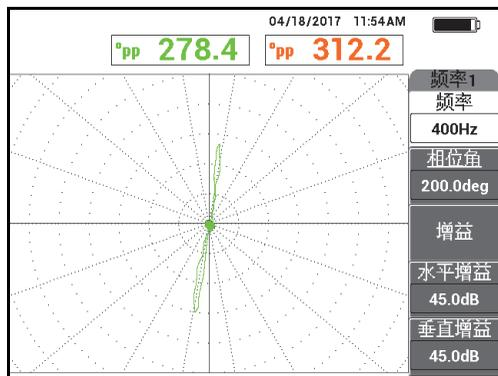

图 5-194 对穿壁孔的扫查
3. 慢慢地扫查管件，直到屏幕上出现穿壁孔，然后按冻结键（❄️）（参见第 248 页的图 5-194）。